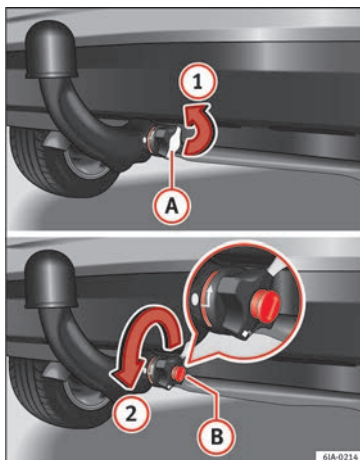

Fig. 200 Retirar a tampa da fechadura/abrir a fechadura com a chave.
- Retire a tampa **C** que cobre a fechadura da roda manual no sentido da seta **1** » » **Fig. 200**.